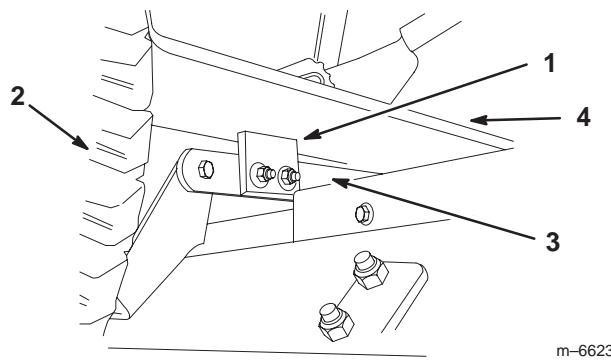

Bild 17
- Heben Sie den Hubhebel oder den Elektrohub des Anbaugeräts ganz nach oben. Prüfen Sie, ob die Stoßstangen hinten an den Auswurfbalken des Mähwerks die unteren Fußstützen berühren (Bild 17).